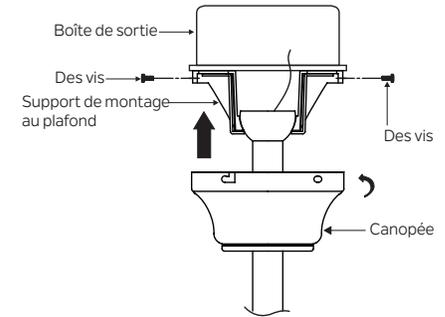

Fig. 13
Étape 2. Faites glisser la capote jusqu'au plafond et fixez-la au support de fixation au plafond à l'aide de 4 vis situées sur le bord supérieur du support de fixation. Insérez chaque vis dans le trou de montage du pavillon et dans le support de montage. Serrez toutes les vis fermement. (Fig. 13) tornillos de forma segura. (Fig. 13)